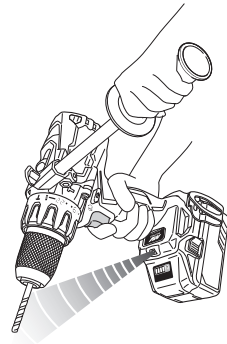

Fig. 23
17. Señales de aviso de luz LED (Fig. 23)